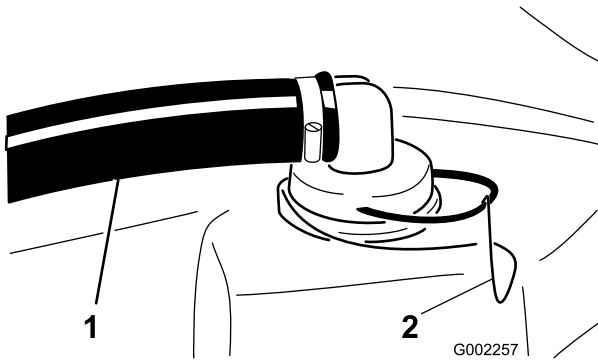

Bild 66
2. Nehmen Sie die Halterung vom roten Anschlussstück ab, an das der dicke Schlauch oben am Behälter angeschlossen ist (Bild 66).
3. Schließen Sie den Schlauch vom Behälter ab (Bild 66).